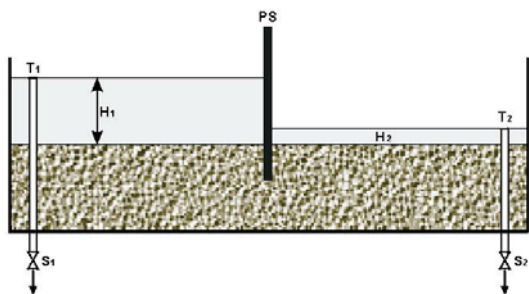

Fig. 1 - Infiltrazione sotto parete sottile
- Infiltrazione sotto parete sottile (fig. 1)